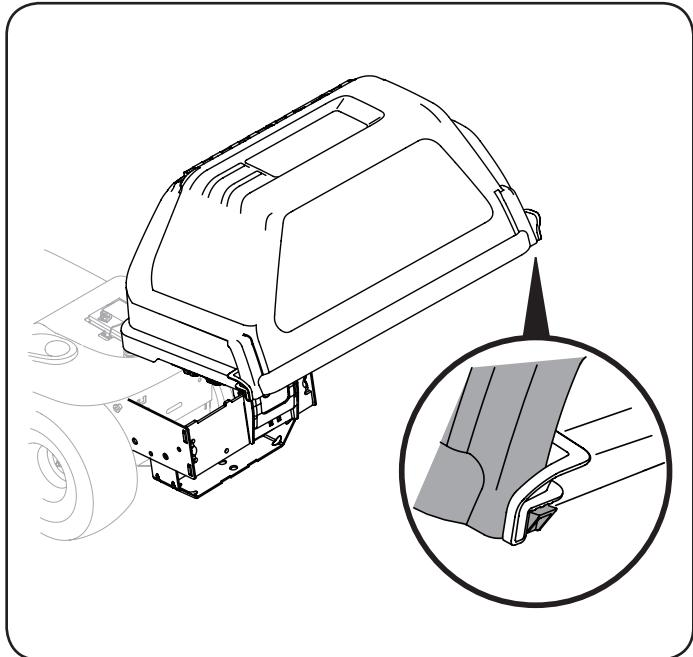

Figura 16
5. Gire la cubierta del colector de césped superior hacia abajo para cerrar el accesorio, oprimiento las lengüetas posteriores del lado derecho y del lado izquierdo y trábelas en su lugar debajo de las muescas de cada lado. Garantice un ajuste seguro. Consulte la Figura 16.